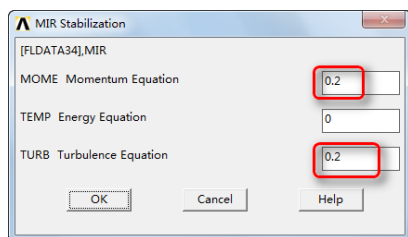

图 6-27 “MIR Stabilization”对话框
⑩依次选择 Main Menu→Solution→FLOTRAN Set Up→Relax/Stab/Cap→MIR Stabilization, 会弹出“MIRStabilization”对话框, 如图 6-27 所示, 在“MOME Momentum Equation”和“TURB Turbulence Equation”的输入框都输入 0.2, 单击“OK”按钮关闭该对话框。